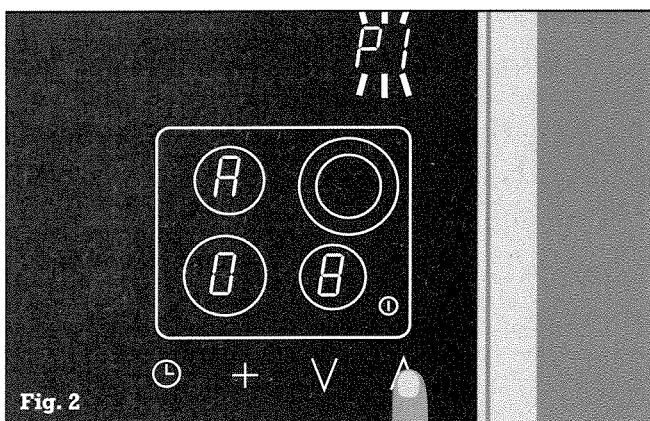

Fig. 2
- Ahora puede seleccionar un tiempo de cocción inicial de 1 a 15 minutos accionando sobre los símbolos ∇ o bien \wedge . En el cuadro de indicación de cocción inicial se muestra un tiempo ajustado de ($R 01$ hasta $R 15$) y $P 1$ parpadea (solicitud de memorización) (Fig. 2).